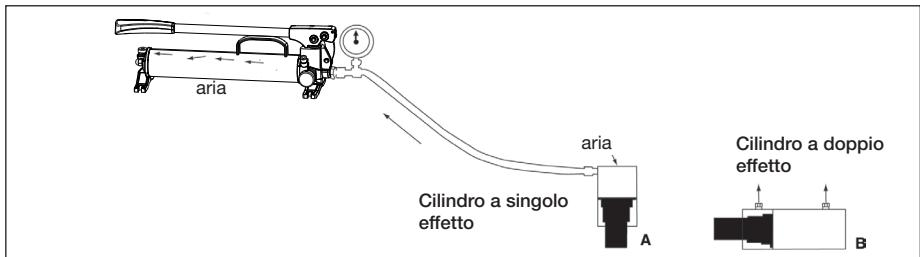

Figura 11, Spurgo dell'aria.
3. Posizionare la Pompa in posizione orizzontale più in alto del cilindro. Vedere la Figura 11.
2. Posizionare la Pompa in posizione orizzontale più in alto del cilindro. Vedere la Figura 11.